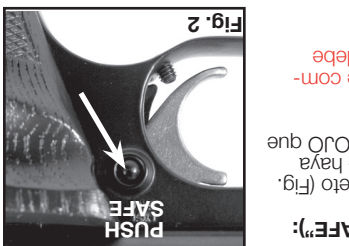

Fig. 2
- Push the safety from the left side all the way in (Fig. 2). The safety is not "ON SAFE" unless it is pushed all the way in and the RED ring around the left side of the safety is NOT showing.
- Empuje el seguro desde el lado izquierdo introduciéndolo por completo (Fig. 2). El seguro no se encuentra activado ("ON SAFE") a menos que se haya empujado completamente hacia adentro y que NO se vea el anillo ROJO que está alrededor del lado izquierdo del seguro.